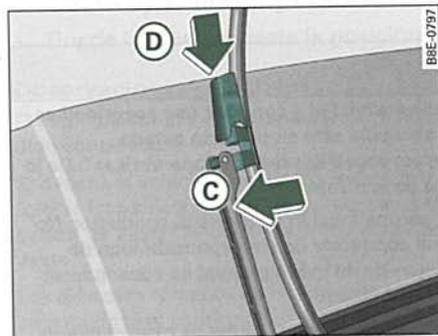

Fig. 82 Colocar la escobilla
- Coloque la escobilla nueva en el alojamiento del brazo del limpiaparabrisas ⇒ *página 86*, fig. 82 (C).
- Desplace el elemento de bloqueo de la escobilla en la dirección de la flecha (D) hasta que se perciba que encastra en el brazo del limpiaparabrisas.